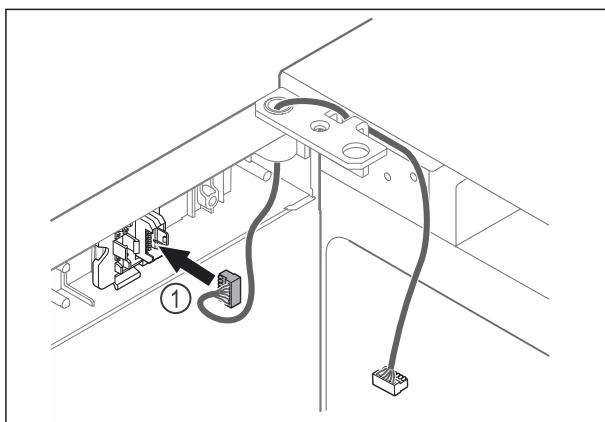

Fig. 41
- ▶ Вставьте штекер Fig. 41 (1) в держатель.